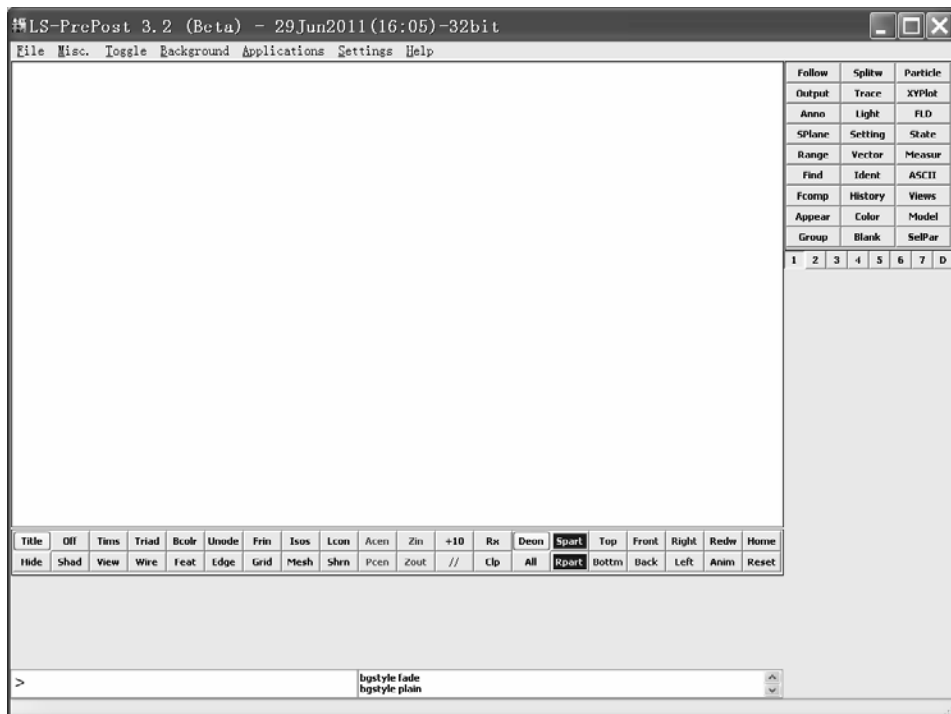

图 4-65 LS-PREPOST 操作界面
(2) 单击 LS-PREPOST 操作界面上部的“Background”下拉菜单,再单击“Plain”,将背景变为白色(见图4-65)。